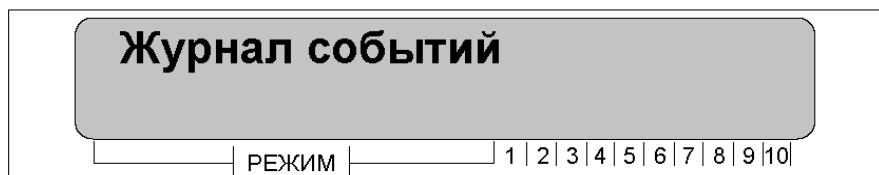

Рисунок 11
- осуществить вход в режим **«Журнал событий»** клавишей **«ВВОД»**, рисунок 11.